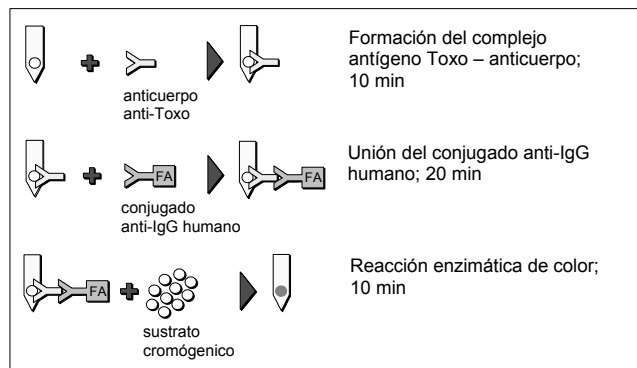

Figura 1. Principio de la Prueba
Para comenzar la prueba, se agregan muestras de suero o plasma al diluyente en los pocillos de la fila A de la Bandeja de Desarrollo. Luego se inserta el Peine en los pocillos de la fila A. Los anticuerpos anti-*T. gondii*, en caso de estar presentes en las muestras, se unirán específicamente a los antígenos de toxoplasma en el punto inferior de los dientes del Peine (Figura 1). Los componentes no unidos son eliminados con un lavado en la fila B. En la fila C, el IgG anti-Toxo capturado en los dientes, y la inmunoglobulina humana en los puntos superiores (Control Interno) reaccionan con los anticuerpos anti-IgG humano marcados con fosfatasa alcalina (FA). En las dos filas siguientes, los componentes no unidos son eliminados mediante un lavado. En la fila F, la fosfatasa alcalina unida reacciona con componentes cromogénicos. Los resultados son visibles como puntos de color azul grisáceo en la superficie del diente del Peine.